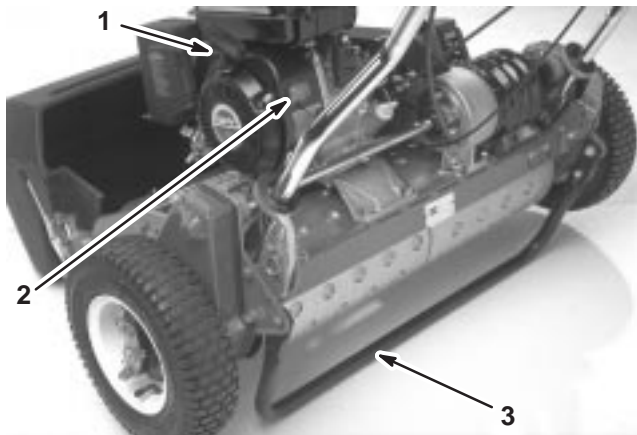

Figure 23
## Commande marche/arrêt (Fig. 23)
## Démarreur à lanceur (Fig. 23)
## Béquille (Fig. 23)
3. Placez la commande marche/arrêt (Fig. 23) en position Marche.